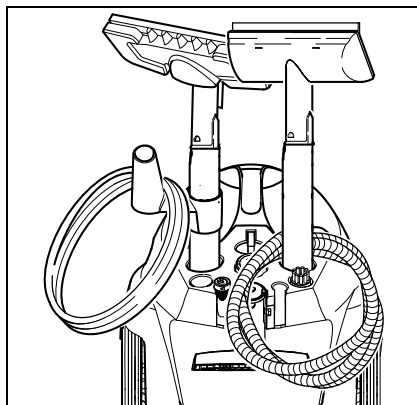

Fig. 3
- ➔ Introduzca los tubos de prolongación en el soporte para accesorios grande (véase la fig. 3).